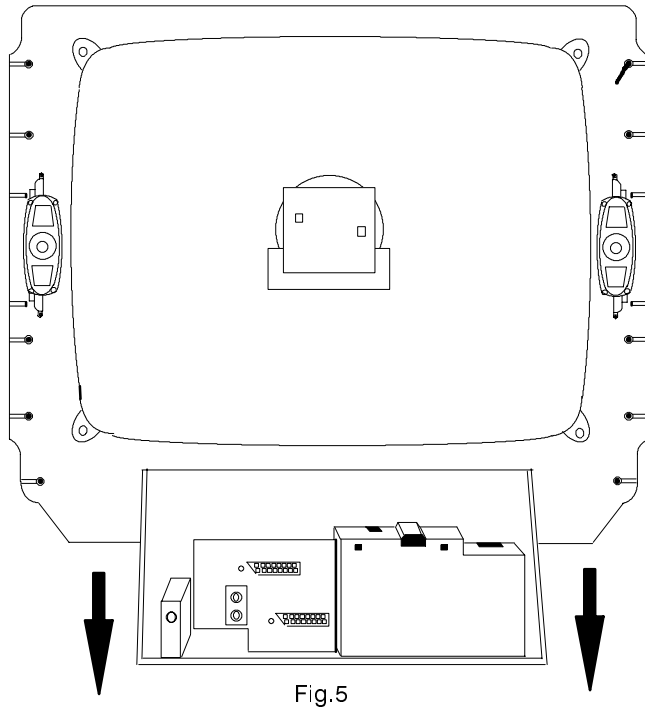

Fig.5
1. Hold and lift the rear of the E- PCB chassis and M - PCB as shown in fig.5. and gently pull the chassis toward you. Release the M - PCB as explained on page 6
1. Tenir et soulever l'arrière de la PCB - E et M tel qu'indiquer sur la Fig.5 puis tirer doucement vers soi le châssis. Pour retirer la PCB - M voir les explications données page 6.